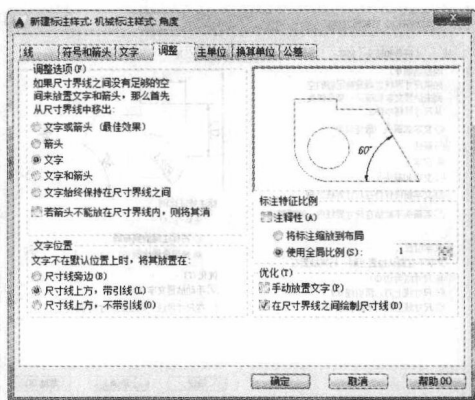

图 1-29 设置“调整”选项卡
3. 打开“调整”选项卡，在“调整选项”选项组中选中“文字”单选按钮，在“文字位置”选项组中选中“尺寸线上方，带引线”单选按钮，即当尺寸文字在尺寸界线内放不下时，将其置于一水平引线上。“调整”选项卡的设置如图 1-29 所示。